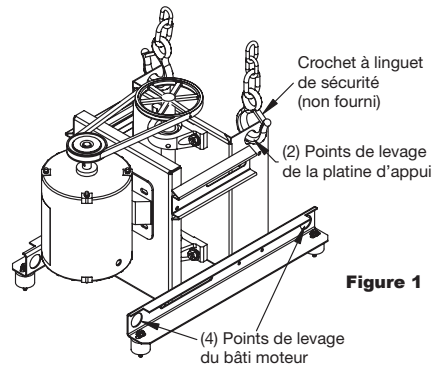
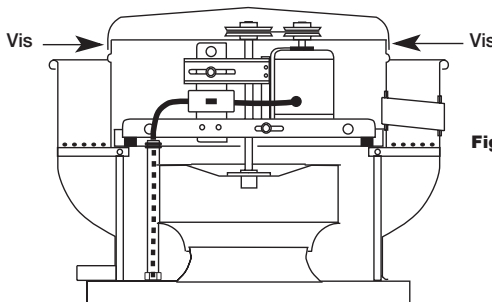

Figure 1
Figure 2
Pour lever un appareil à entraînement par courroie jusqu'au toit, utiliser soit les quatre points de levage sur le bâti du moteur, soit, le cas échéant, les deux points de levage sur la platine d'appui. Voir les points de levage à la Figure 1. Pour accéder au bâti du moteur, retirer les vis indiquées à la Figure 2.
3. Retirer le capot du moteur. Pour accéder au compartiment moteur, retirer les vis indiquées à la Figure 2, page 10.
4. Sur les tourelles à entraînement par courroie, utiliser les oreilles de levage sur le bâti du moteur ou la platine d'appui pour soulever l'appareil et le poser sur la costière. Voir la Figure 1, page 10.